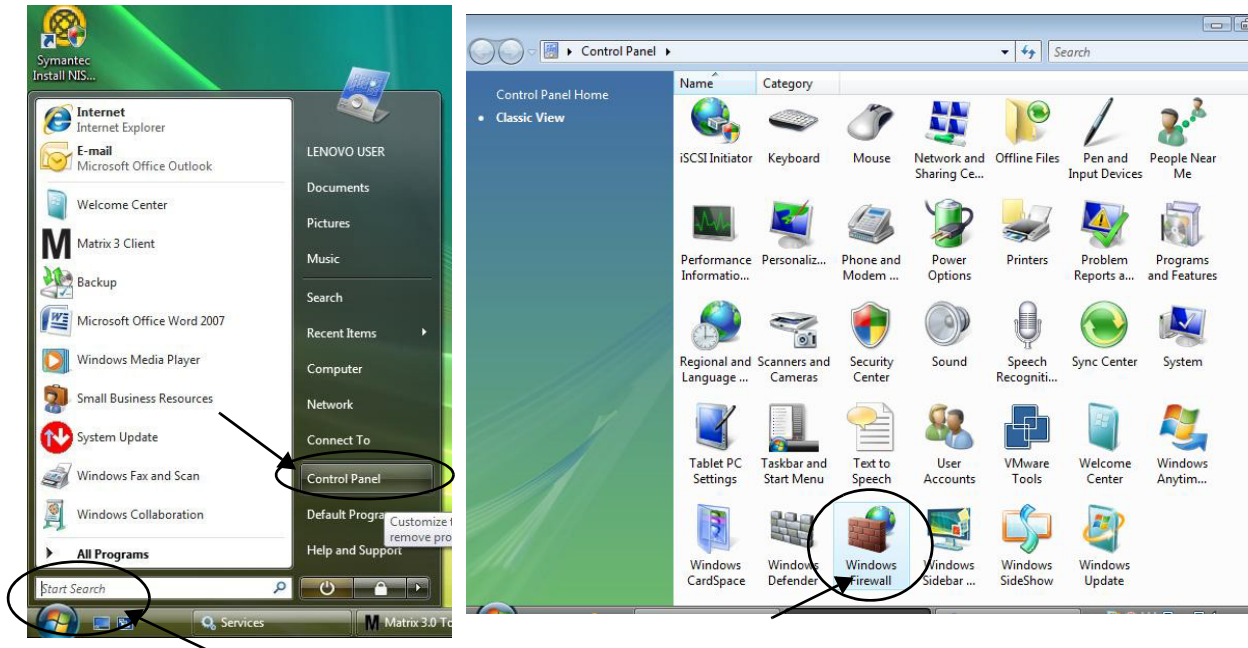

FIG. 26
1. Haga clic en Inicio/Panel de control. Después, seleccione Firewall de Windows (FIG. 26).